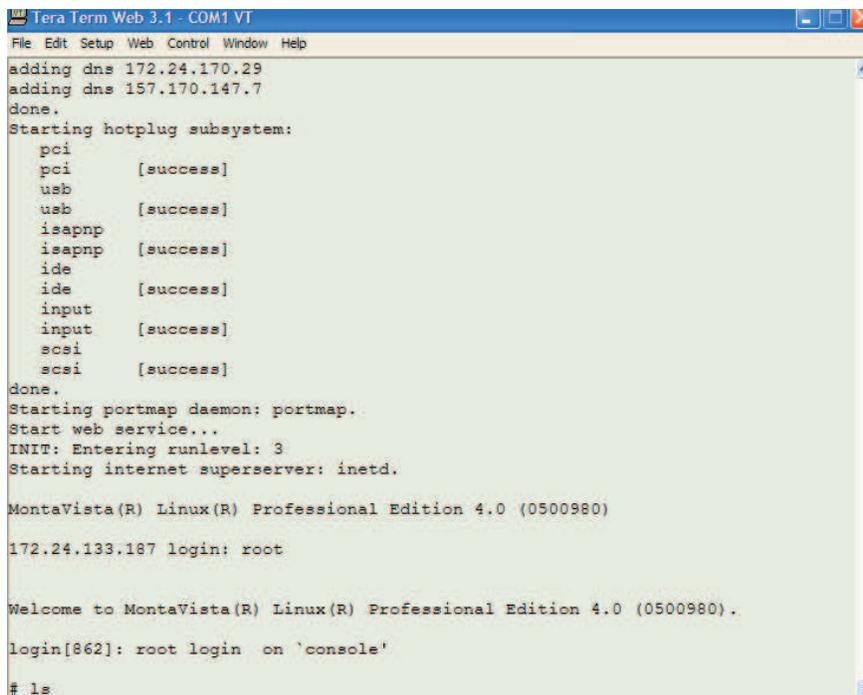

图 4. EVM 引导屏幕
1. 为 EVM 板供电。成功引导时，会出现登陆提示。请见图 4。